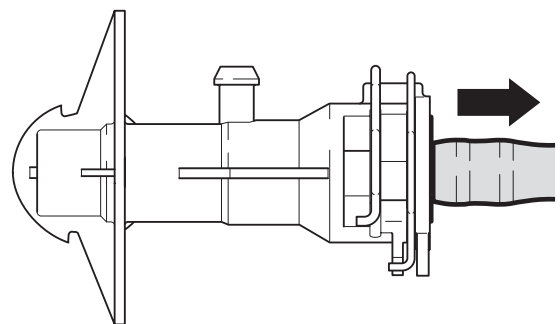

Bild 3: Vid utdragen ledningsanslutning och stängda klämmor frigörs avluftsöppningen
6. Dra ut ledningen till det andra stoppet (bild 3)